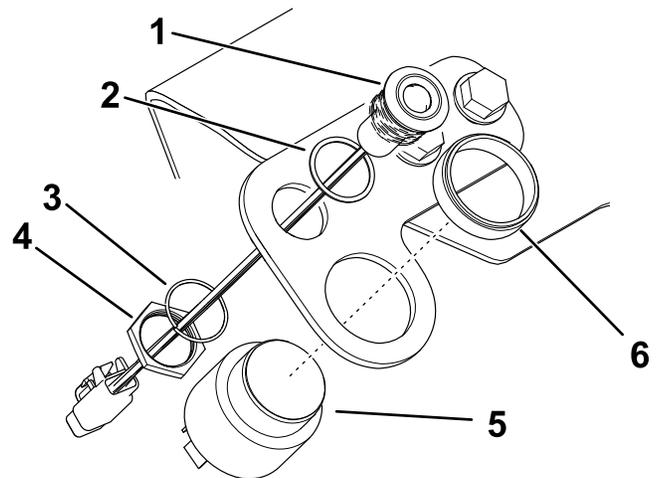

Figure 12
3. Retirez l'écrou en plastique de l'alarme et utilisez-le pour installer l'alarme sur le support (Figure 12).
4. Retirez l'écrou, la rondelle-frein et le joint du voyant DEL, puis utilisez-les pour monter le voyant sur le support (Figure 12).